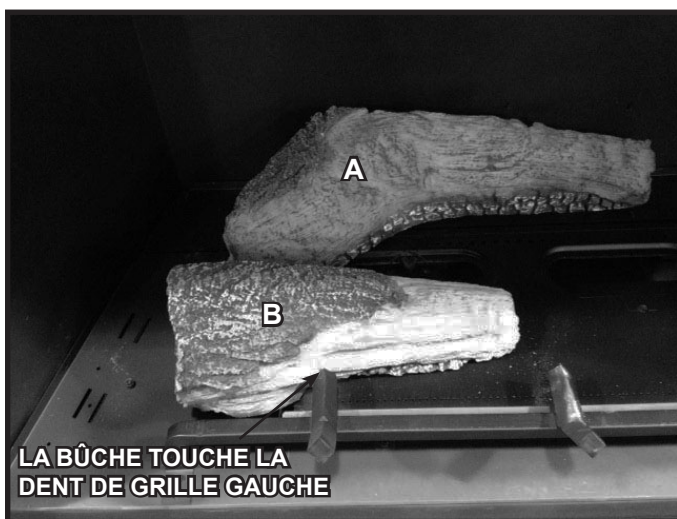

Figure 6. Bûche B installée
2. **(BÛCHE B) :** Localisez le trou de tige au bas de la bûche B. Placez le trou de la tige sur la bûche B par-dessus la tige identifiée pour la bûche B de la figure 4. Maintenez la bûche par-dessus la tige et faites pivoter vers la gauche de la bûche jusqu'à ce qu'elle touche à la dent de la grille de l'âtre. Voir la figure 6.